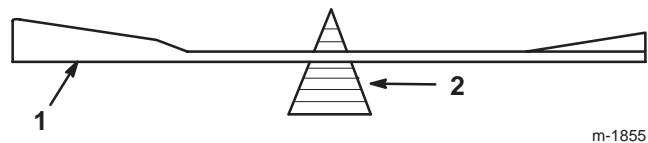

Figure 31
- Vérifiez l'équilibre de la lame en la plaçant sur un équilibrage (Fig. 31). Si la lame reste horizontale, elle est équilibrée et peut être utilisée. Si la lame est déséquilibrée, limez un peu le dos de la lame. Répétez la procédure jusqu'à ce que la lame soit équilibrée.